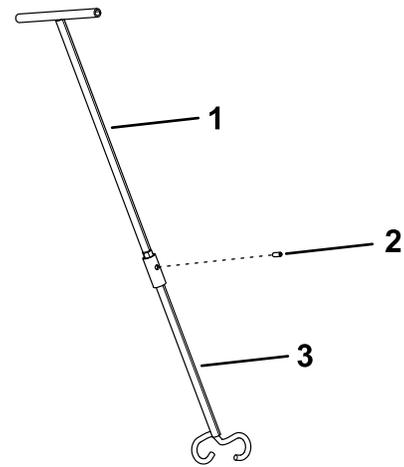

Bild 21
2. Befestigen Sie die Verbindung mit einem Spannstift (Bild 21).